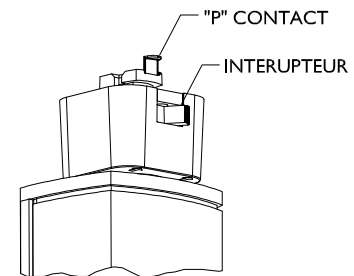

FIG. 3
1. Soulever le contact "P" (étiqueté P) jusqu'à la position supérieure en tyrant le contact vers le haut jusqu'à ce qu'il s'arrête complètement. (voir Fig.3)